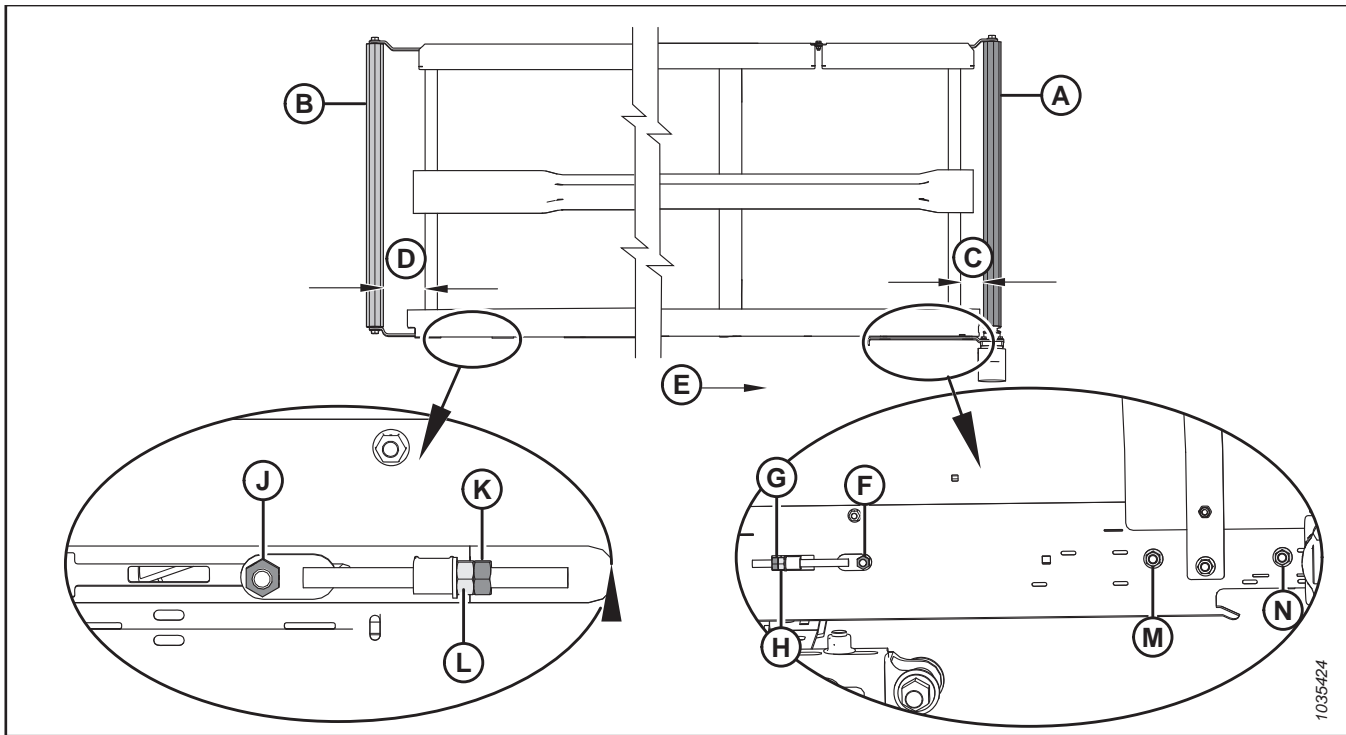

Figura 4.250: Regolazioni del centraggio dei tappeti – Tappeto sinistro
2. Regolare il rullo di trasmissione (A) per modificare C (vedere la tabella 4.2, pagina 438 e la figura 4.250, pagina 438) come segue:
- a. Allentare i dadi (F), (M) e (N) e il controdado (G).
- b. Ruotare il dado del regolatore (H).
- c. Serrare i dadi (F), (M) e (N) e il controdado (G).
3. Regolare il rullo folle (B) per modificare D (vedere la tabella 4.2, pagina 438 e la figura 4.250, pagina 438) come segue:
- a. Allentare il dado (J) e il controdado (K).
- b. Ruotare il dado del regolatore (L).